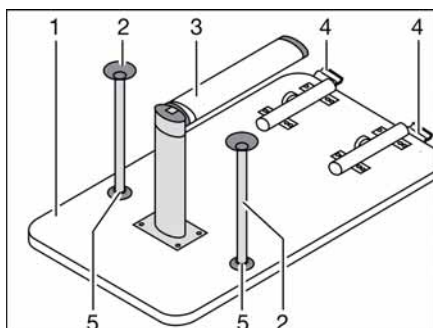

Bild 90 Sängbotten
- Lyft upp bordsskivan (Bild 90,1) ca 45° framtill.
- Fäll upp den nedre delen av det ledade stödbenet (Bild 90,3) 90°. Dra då, beroende på modell den nedre delen av det ledade stödbenet nedåt eller tryck på låsknappen.
- Tryck på låsknappen på låset (Bild 90,4).
- Sätt, beroende på modell, in de två extra stödbenen (Bild 90,2) i fästena (Bild 90,5) på bordsskivans undersida.